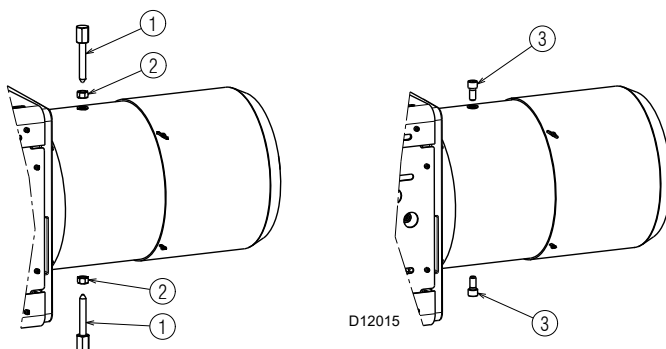

Fig. 12
- Antes de montar el quemador en la caldera, retirar los tornillos y las tuercas 1)-2)(Fig. 12). Sustituirlos por los tornillos 3) M12x16 suministrados.